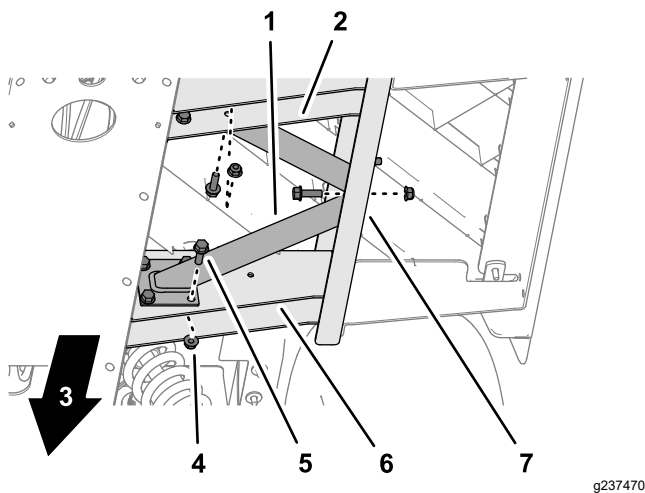

Bild 19
1. Fluchten Sie die Löcher in der Bodenstrebe mit den Löchern aus, die Sie in die Seitenkanal- und Bodenkanäle gebohrt haben (Bild 19).
- Montieren Sie die Bodenstrebe mit zehn Bundkopfschrauben (5/16" x 1") und zehn Sicherungsbundmuttern (5/16") an den Seitenkanal- und Bodenkanälen, wie in Bild 19 abgebildet.